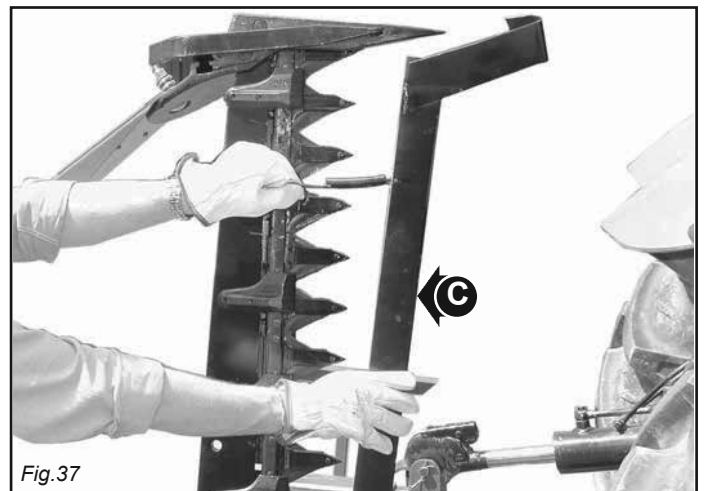

Fig.37
- Colocar las protecciones de las hojas de las cuchillas y de la galga externa (C, Fig. 37).